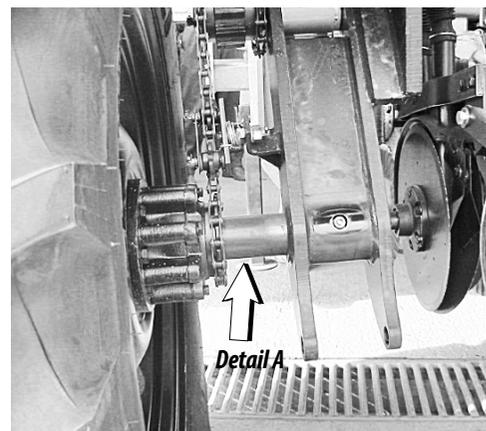

Figura 66
14 - Accione el balanceiro (22) de la sembradora detalle "A" en la posición para arriba, para que pueda ser trabado, colocando el perno (23) y tranca (24), dejando el mismo fijo. Figura 66 y 67.